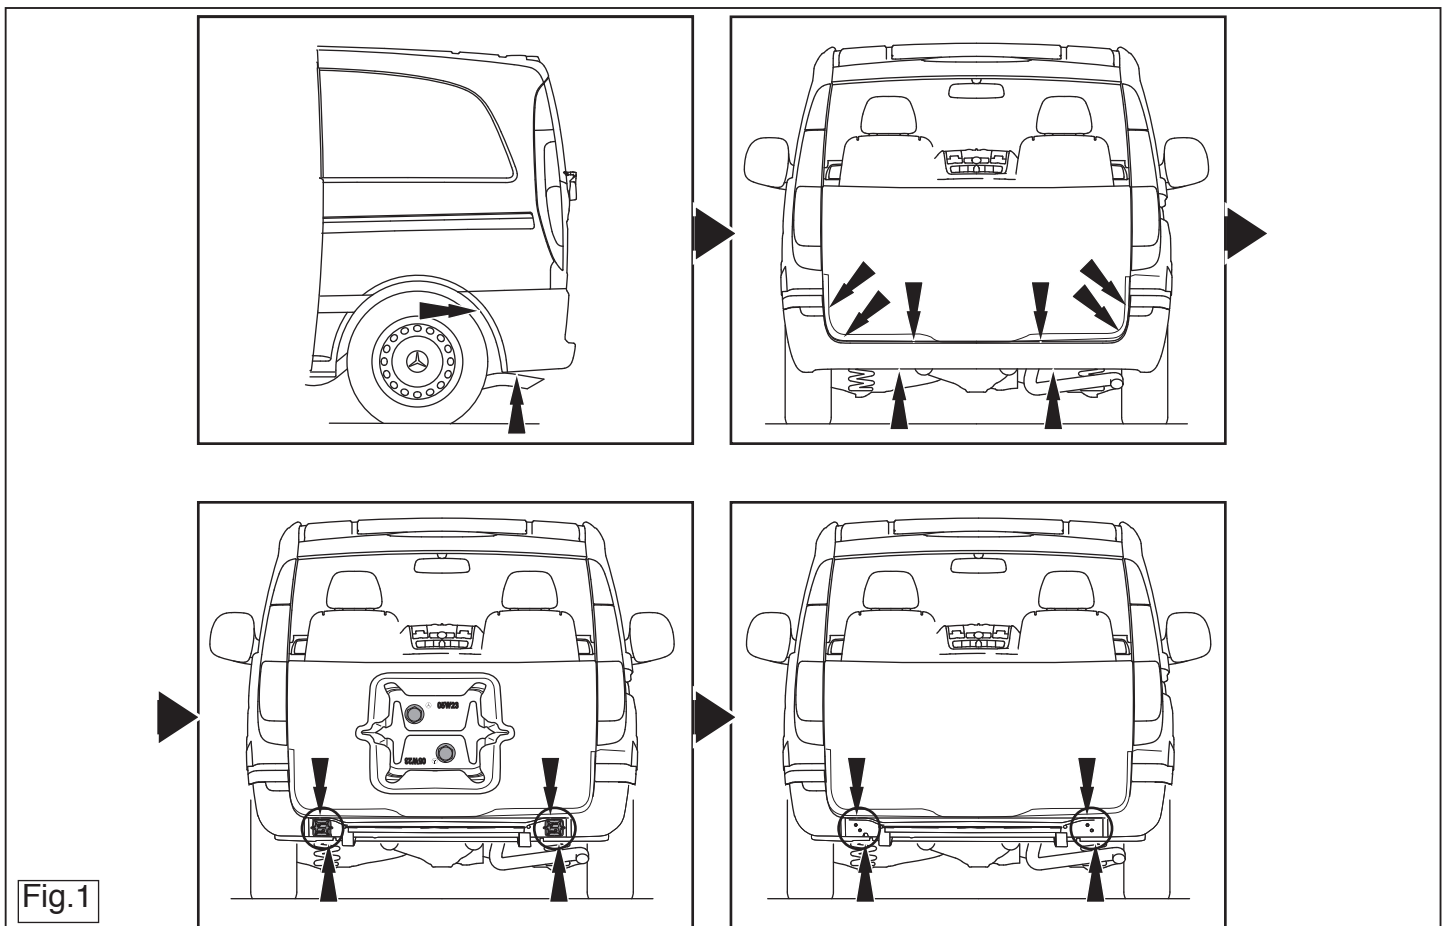

Fig.1
3. Remove the bumper (See figure 1).
4. Dismount the metal cover panels LH and RH side in the position of the frame members. These are fixed with 4 bolts. The cover panels will no longer be used (See figure 1).
3. Démontez le pare-chocs. (Voir la figure 1).
4. Démontez les panneaux de couverture métallique à gauche et à droite au niveau des longerons du châssis. Ils sont fixés avec 4 boulons. Repacer les boulons. Les panneaux de couverture métallique ne seront pas remontés (Voir la figure 1).
3. Die Stoßstange abmontieren (Siehe Abbildung 1).
4. Die Metallabdeckklappen links und rechts im Bereich des Chassisrahmes demontieren. Diese sind mit 4 Schrauben befestigt. Die Schrauben wieder anbringen. Die Abdeckklappen werden nicht mehr benötigt (Siehe Abbildung 1).
3. Zdemontować zderzak (Patrz rysunek 1).
4. Zdjąć metalową pokrywę panelu po prawej i lewej stronie umieszczonej w ramie podwozia. Są one montowane z czterema śrubami. Pokrywy nie będą ponownie wykorzystywane (Patrz rysunek 1).